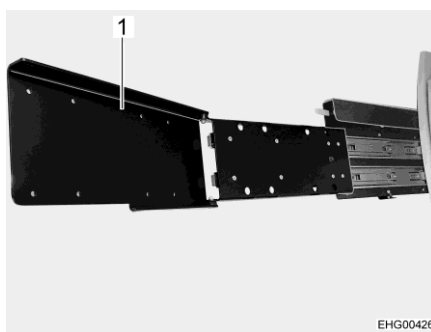

Fig. 84 Rallonge (sortie et rabattue)
- Pour tourner l'écran plat vers la zone arrière, rabattre la rallonge (Fig. 84,1).